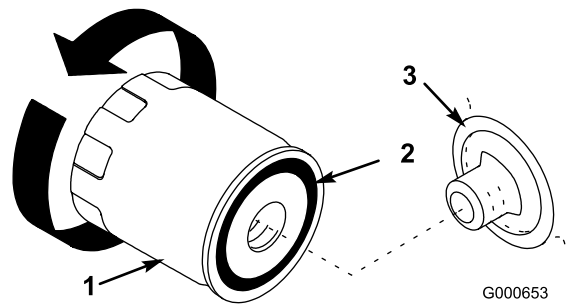

Figure 25
7. Déposez le filtre à huile usagé et essuyez la surface du joint de l'adaptateur (Figure 25).
10. Appliquez une fine couche d'huile neuve sur le joint en caoutchouc du filtre de recharge (Figure 25).
11. Posez le filtre à huile de recharge sur l'adaptateur. Tournez le filtre dans le sens horaire jusqu'à ce que le joint rejoigne l'adaptateur, puis donnez 1/2 tour supplémentaire (Figure 25).
14. Faites l'appoint d'huile avec précaution pour faire monter le niveau jusqu'au repère maximum (F) sur la jauge.